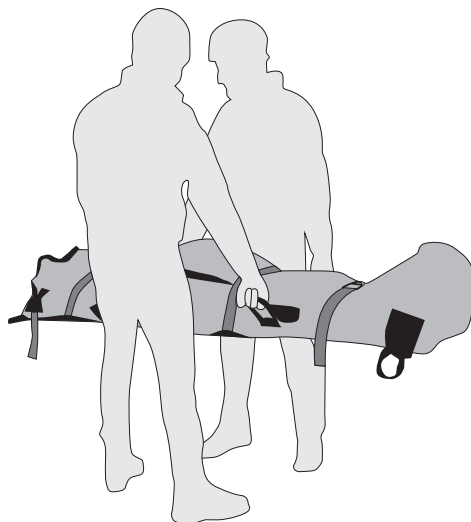

Fig.43
- trasportato manualmente da due operatori tramite le maniglie del telo (fig. 43),